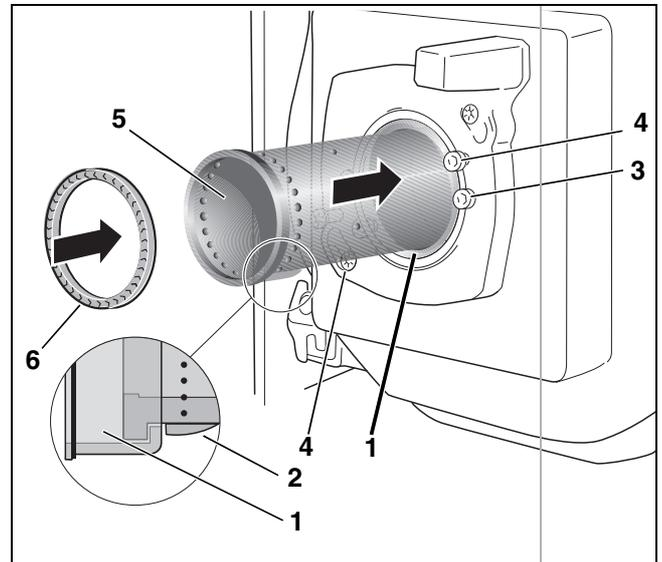

Bild 35 Brennerrohr austauschen
- ▶ Brennerrohr (→ Bild 35, [5]) in das Stützrohr einsetzen. Führen Sie dazu das Brennerrohr über die Nase (→ Bild 35, [2]) hinweg bis gegen den Anschlag des Stützrohrs. Die Nase des Brennerrohrs muss dabei nach unten zeigen und einrasten (→ Bild 35, Lupe).
- ▶ Neue Dichtung (→ Bild 35, [6]) einsetzen.
- ▶ Vor dem Einbau des Brenners die Dichtung (→ Bild 35, [5], Seite 31) zwischen Mischsystem und Brennerrohr prüfen.
- ▶ Dichtung (→ Bild 35, [5], Seite 19) in das Brennerrohr einsetzen.
- ▶ Den Brenner auf die beiden Schrauben im Brennerflansch (→ Bild 35, [3], Seite 19) aufsetzen.
- ▶ Linksdrehung bis zum Anschlag und die Befestigungsschrauben (→ Bild 35, [2], Seite 19) wieder anziehen.